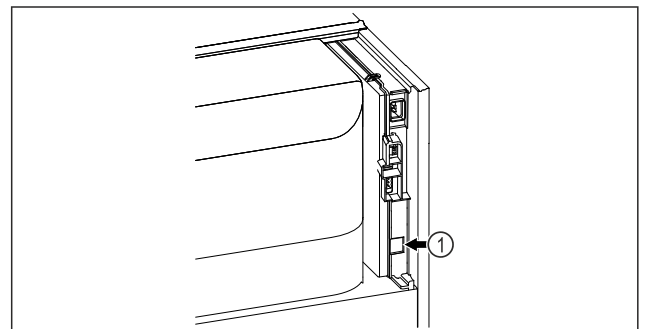

Fig. 61
- SmartModule Fig. 61 (1) встановлено.